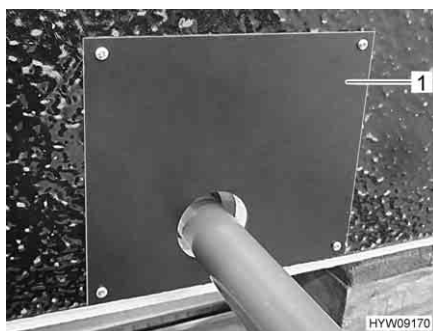

Fig. 165 Copertura (vano del serbatoio delle acque grigie)
- Rimuovere la copertura (Fig. 165,1) del serbatoio delle acque grigie.
- Posizionare la copertura (Fig. 165,1).